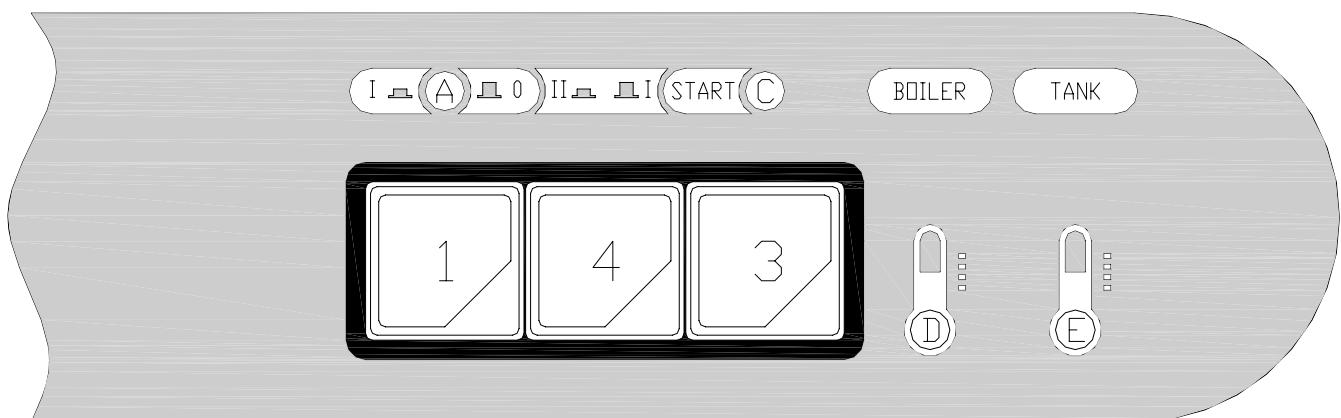

Fig. 3-2
- When the water intake cycle is complete, open the door (I) and add detergent (about 2 g. per litre of tank capacity). Position the full basket (L) and close the door (I). Select the appropriate washing cycle by pressing button (4) (short cycle (II) button pressed ÷ long cycle (I) button not pressed). Now press the START button (3) (at least for 2 seconds) and the wash cycle displayed by light (C) will start. When the cycle is over, this light goes out. To turn off the appliance, turn the switch (1) to (0). Light (A) indicates the appliance is off (Fig.3-2÷3-3).
**N.B.: It is recommended to start the wash cycle when both lights of the heating elements, boiler (D) and tub (E) are off, as indicated at point 3.1 Start up.**
- Nach erfolgter Füllung die Tür (I) öffnen und das Spülmittel einfüllen (ca. 2g/l Fassungsvermögen des Spülbehälters). Den gefüllten Geschirrkorb (L) einsetzen und die Tür (I) schließen. Das Programm durch Drücken des Druckknopfes (4) wählen (kurzer Spülgang (II) Taste gedrückt ÷ langer Spülgang (I) Taste losgelassen). Nun die START-Taste (3) mindestens 2 Sekunden lang drücken, und das Spülprogramm beginnt, die Kontrolllampe (C) leuchtet auf und am Programmende erlischt die Kontrolllampe. Um das Gerät auszuschalten, muß der Schalter (1) auf die Position (0) gestellt werden, die Kontrolllampe (A) erlischt. (Bild.3-2÷3-4).
**N.B.: Es wird empfohlen, den Arbeitszyklus erst zu starten, wenn die Kontrolllampen der Heizelemente Boiler (D) und Bottich (E) erloschen, wie in Punkt 3.1 Inbetriebnahme angezeigt.**
- Após o enchimento abrir a porta (I) e adicionar o sabão (cerca de 2 gramas para cada litro de capacidade da máquina). Colocar o cesto (L) cheio com a louça e fechar a porta (I). Selecionar o ciclo de lavagem apertando o botão (4) (ciclo breve (II) tecla acionada ÷ ciclo longo (I) tecla desligada). A partir deste ponto, acionar o botão START (3) (pelo menos por 2 segundos) e iniciar o ciclo de lavagem, cujo funcionamento será indicado pela luz (C); ao final do ciclo a luz anteriormente indicada se apagará. Para desligar a máquina basta acionar o interruptor (1) até a posição 0 e assim a luz (A) se apagará (Fig.3-2÷3-4).